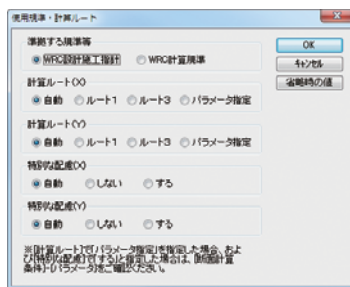

図6 使用規準・計算ルート入力画面
- ・1つのプログラムで許容応力度等計算と保有水平耐力計算を行うことができ、計算ルートの自動判別が可能です。保有水平耐力計算が不要の場合は自動的にルート1で計算を終了させることができます。このほかに「壁式構造関係設計規準・同解説」による特別な配慮を要する設計における計算を行うこともできます(図6)。